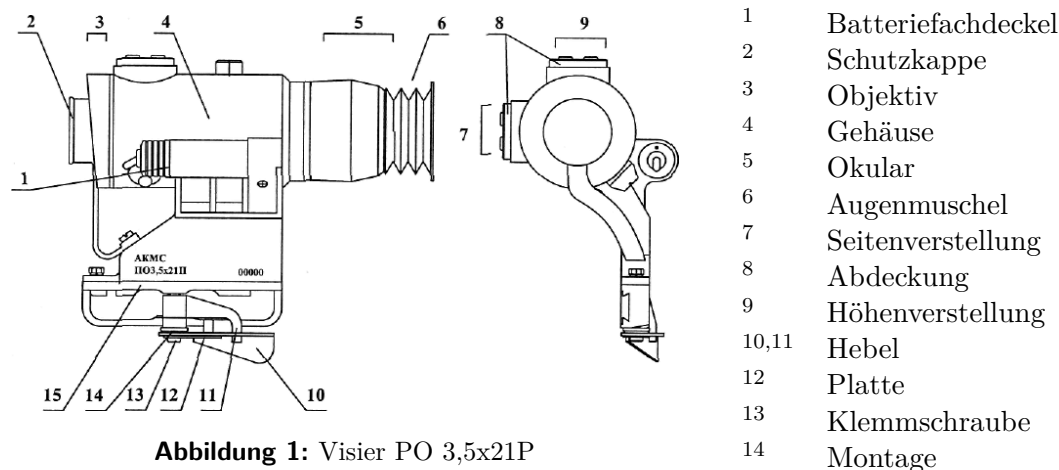

Abbildung 1: Visier PO 3,5x21P
Siehe Abbildung 1 für den allgemeinen Aufbau des Visiers.
Die schwalbenschwanzförmige Führung (14) dient der festen Arretierung durch Spannen des Spannhebels (10) auf einer Waffe (siehe Abbildung 1). Montieren Sie das Visier auf einer Waffe wie folgt: Setzen Sie das Visier auf die Schwalbenschwanzführung der Waffe und bewegen Sie es bis zum Anschlag nach vorne und arretieren Sie es durch Spannen des Hebels (10) bis zur vollständigen Fixierung auf der Montage (14). Die Konstruktion der Spannvorrichtung sieht die Einstellung der Spannkraft wie folgt vor: Sicherungsplatte (12) herausnehmen, mithilfe des Hebels (10) die Vorspannung der Spannschraube (13) einstellen, bis die Spannkraft ausreicht, danach Platte (12) wieder einsetzen.